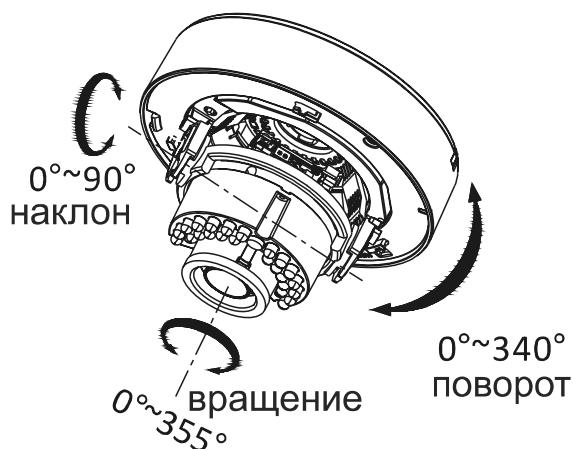

Рис. 2.11. Настройка поля зрения видеокамеры
10. Направьте объектив на желаемую зону наблюдения. В данной модели диск основания вращается $0^\circ\ldots340^\circ$, угол наклона объектива составляет $0^\circ\ldots90^\circ$, поворотный угол составляет $0^\circ\ldots355^\circ$. При необходимости настройки положения и фокусировки объектива необходимо ослабить соответствующие фиксирующие винты. После завершения настройки фиксирующие винты необходимо затянуть (Рис. 2.11).